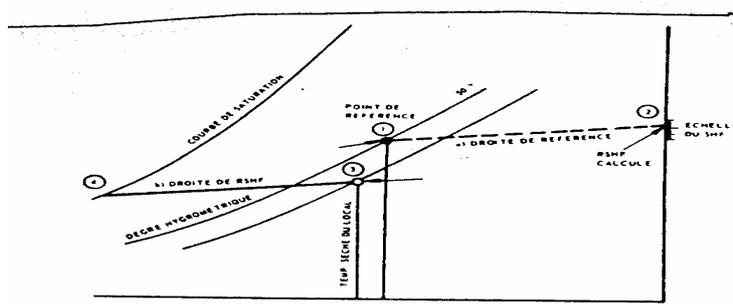

FIG 2. TRACE DE LA DROITE DE RSHF
1 - Tracer la droite passant par le point 1 et la division correspondant au RSHF calculé (2) (fig.2).
2 - La droite de SHF du local considéré sera parallèle à la droite (1-2) et passera par les conditions de base. Comme on le voit sur la figure 2 cette droite peut en général être prolongée jusqu'à la courbe de saturation (3-4).